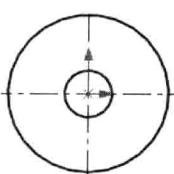

图 2.3 绘制圆
(2) 绘制圆弧。选择下拉菜单 **工具(T)** → **草图绘制实体(X)** → **圆(C)** 命令，在图形区中绘制图 2.3 所示的圆。